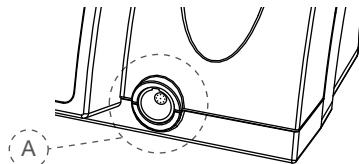

Fig. 2: Conexión, vista delantera
5. Inserte el conector del cable del micromotor en el puerto correspondiente (Fig. 2, A), situado en la parte delantera de la unidad central.
El puerto de conexión (Fig. 2, A) permite realizar una conexión insertable normal. Alinee el punto rojo situado en el conector de forma perpendicular y adecuada para que se ajuste a la guía del puerto. No enrosque el conector en el puerto. Para desconectar, extraiga utilizando el extremo metálico del cable. Evite girar el conector para extraerlo.